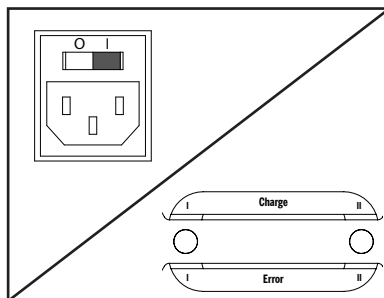

Figura 1
2. Accertarsi che il caricabatteria non sia collegato alla presa di corrente e che l'interruttore di alimentazione si trovi in posizione OFF (O) (Figura 1).
5. Portare l'interruttore di alimentazione in posizione ON (I) (Figura 1).
8. A ricarica completata, portare l'interruttore di alimentazione in posizione OFF (O) (Figura 1), scollegare il caricatore dalla presa CA provvista di messa a terra, quindi scollegare i cavi di collegamento dai batterie.